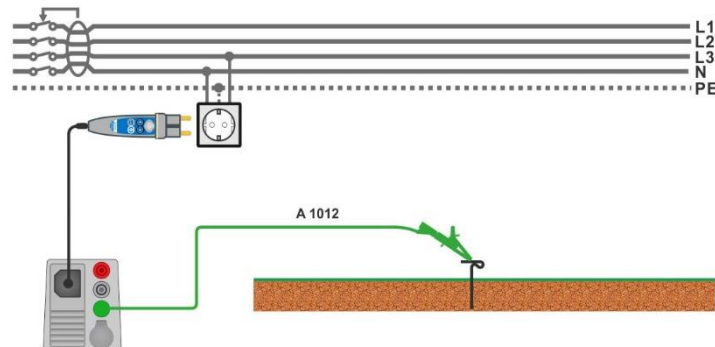

Abbildung 7.34: Anschluss für die Uc(P) Messung
Anschlüsse siehe **Abbildung 7.34 Anschluss für die $U_c(P)$ Messung**.
- Schließen Sie die Prüfleitung an den P/S - Anschluss und an den externen geerdeten Punkt an (optional, siehe **Abbildung 7.34**).